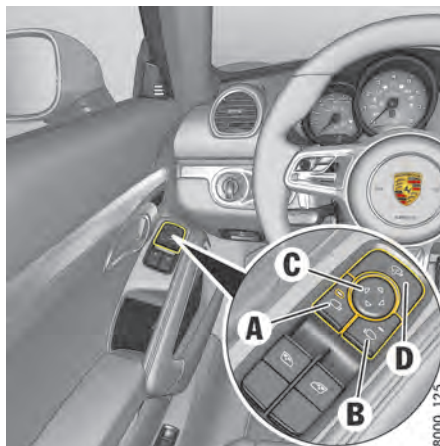

図 200: ドアミラーの操作
- ▶ ボタン **D** を押してください (図 . 200 を参照)。
ボタン **D** を押して手動でドアミラーを格納した場合は、イグニッションを ON にした後、自動的に元の位置に復帰しません (図 . 200)。